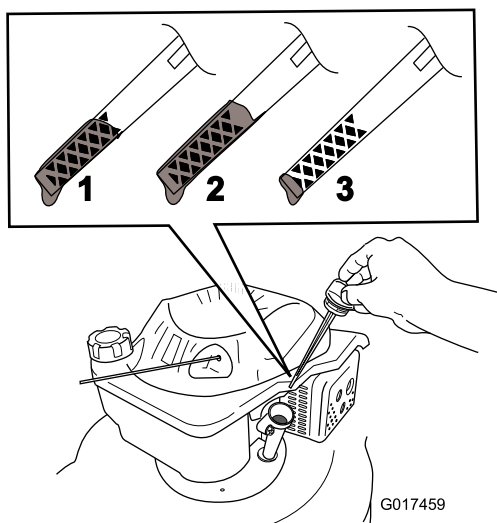

Figure 13
2. Retirez la jauge (Figure 13).
5. Sortez de nouveau la jauge et vérifiez le niveau d'huile; voir Figure 13.